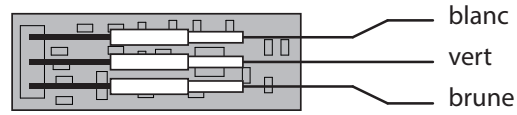

Fig. 20
2. La séquence de raccordement de la platine est indiquée dans la fig. 20, ainsi qu'en page 18.